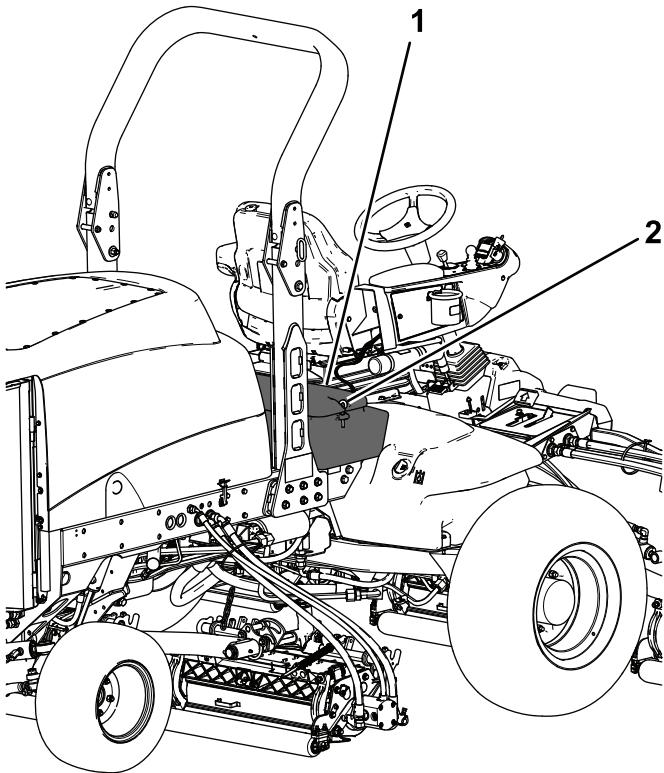

Рисунок 61
2. Откройте защелки и поднимите панель консоли оператора (Рисунок 61).